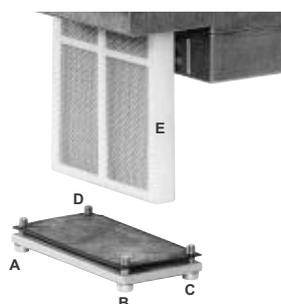

Fig. 56
- 2 Rimuovere le viti A ÷ D (Fig. 56).
- 3 Sostituire la cartuccia del filtro E (Fig. 56).